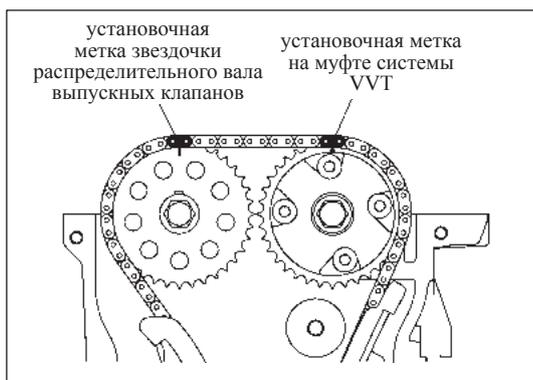
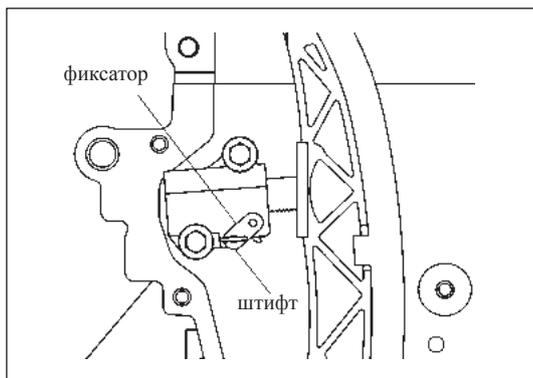

Рис. 12-4-2 Совмещение установочных меток
Рис. 12-4-3. Снятие натяжителя
(1) Совмещение меток
- » Провернуть распределительный вал и убедиться в том, что установочные метки звездочки распределительного вала выпускных клапанов и муфты системы VVT-i направлены вертикально вверх, как изображено на рис. 12-4-2.
(2) Снятие натяжителя
- » Переместить фиксатор вверх (разблокировать), надавить на направляющую цепи, чтобы сместить плунжер натяжителя, и вставить штифт (или стальную проволоку) в отверстия фиксатора и натяжителя, затем выкрутить 2 фланцевых болта (M6×25), после чего снять натяжитель, как изображено на рис. 12-4-3.
(3) Снятие направляющей и успокоителя цепи
(4) Снятие цепи
(5) Снять звездочку распределительного вала выпускных клапанов и муфту системы VVT-i